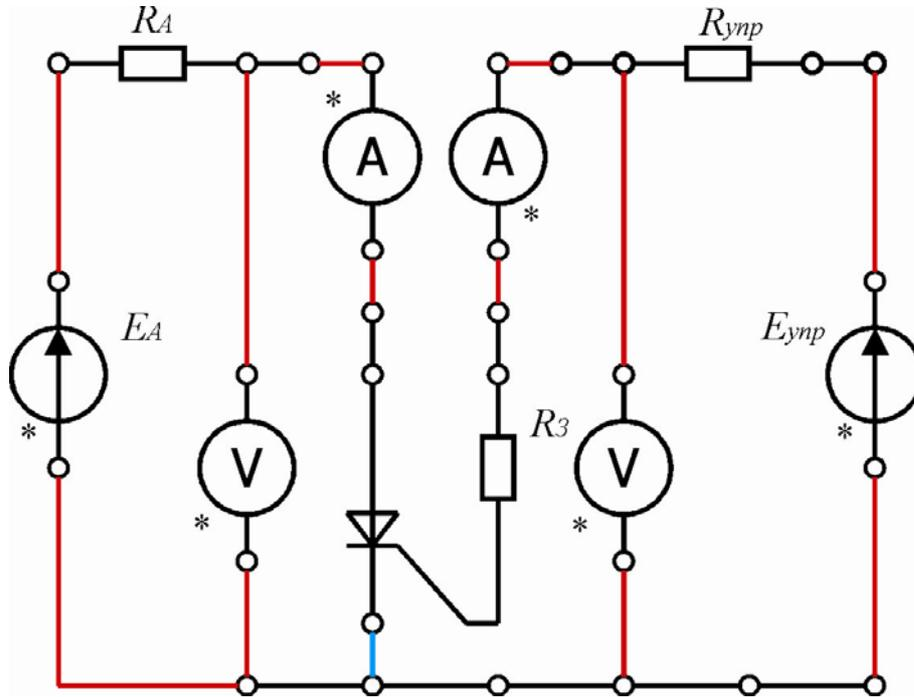

Рис. 4
Все измерения производится с помощью амперметра-вольтметра АВ1. При включении амперметра в анодную цепь рекомендуется соблюдать полярность, указанную на схеме рис. 4. Такое включение позволяет при измерении малых токов существенно уменьшить сетевую наводку на электрическую цепь. При этом необходимо знак тока в результате измерений изменить на противоположный.
1. Соберите электрическую схему рис.4. На этой схеме красным цветом выделены проводники с наконечниками Ш4-Ш1.6, а синим - с наконечниками Ш1.6-Ш1.6.